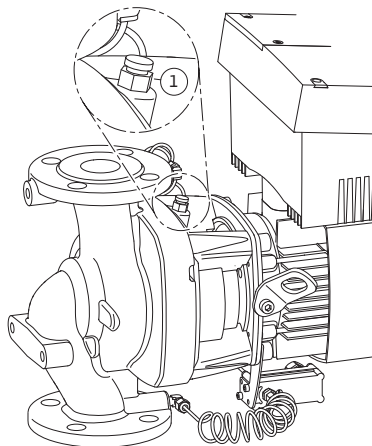

Fig. 47: Légtelenítő szelep
- A szivattyúkat a légtelenítő szelepek kioldásával kell légteleníteni (Fig. 47, 1. poz.). A szárazonfutás tönkreteszi a szivattyú csúszógyűrűs tömítését. A nyomáskülönbség-jeladót nem szabad légteleníteni (károsodás veszélye áll fenn).